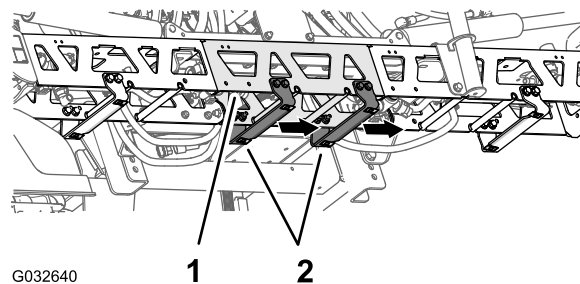

**Figure 149**
5. Alignez les trous dans la protection en caoutchouc et la plaque de renfort (simple) que vous avez retirées à l'opération 2 et les trous au bout de l'extension de couvercle (Figure 149).